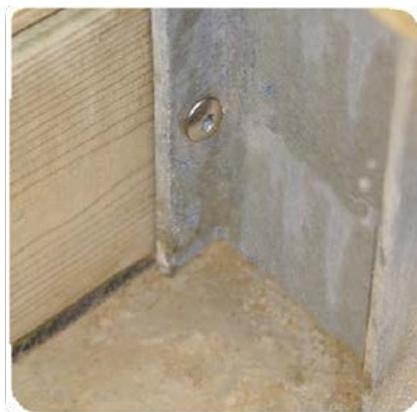

Figure 9 –
- sur les 4 jambes de force (celles-ci sont pré percées, comme montré à la Figure 9) à l'aide de 36 vis peinture torx 6 × 30 en inox A2 torx (sachet D).